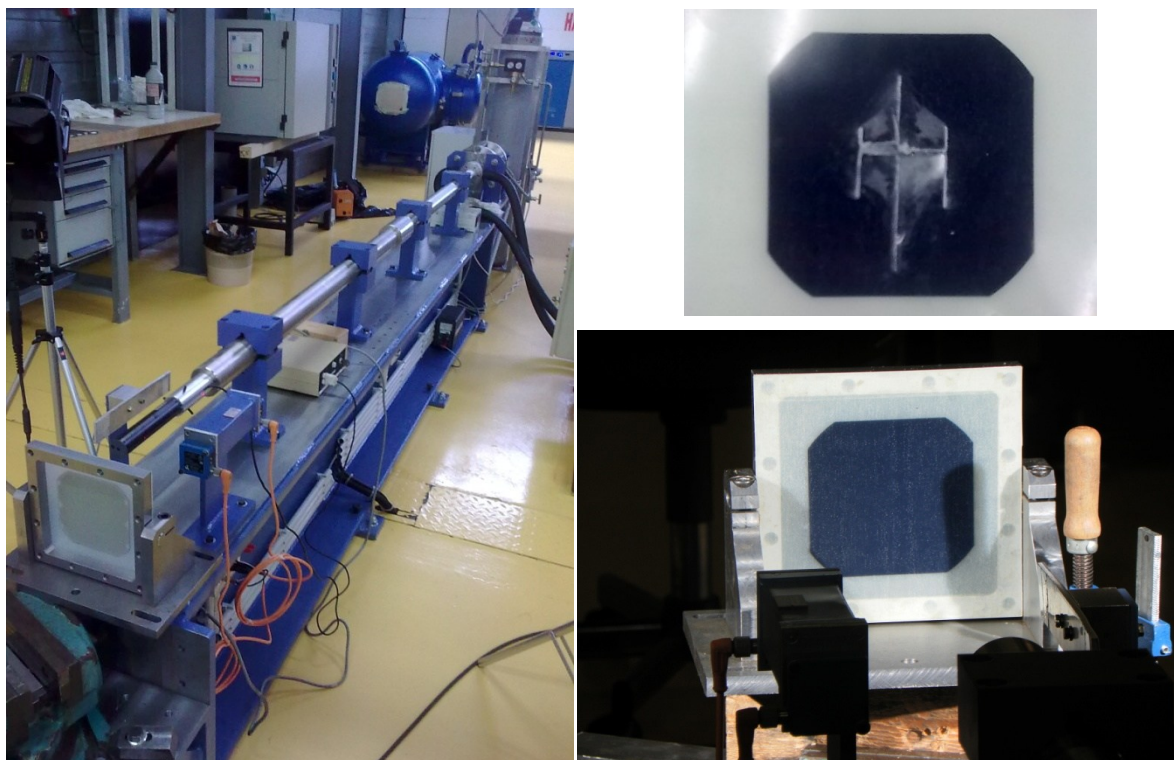

Figure 3 : Banc d'essai à la grêle (Essai réalisé à Ecole Centrale de Nantes en mars 2011)
- **Résistance aux impacts de grêle** (Fig. 3) : essais réalisés à l'Ecole Centrale de Nantes avec un canon à propulsion de glaçons sphériques